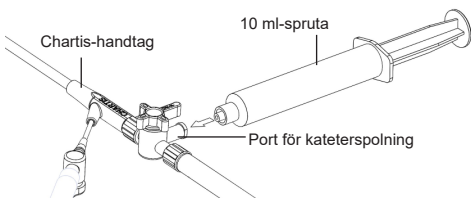

Bild 3: Anslutning till port för kateterspolning
- Dra tillbaka kolven på 10 ml-sprutan och anslut den till spolningsporten på trevägskranen. Se Bild 3 nedan.